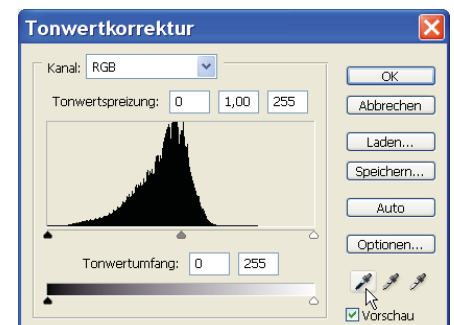
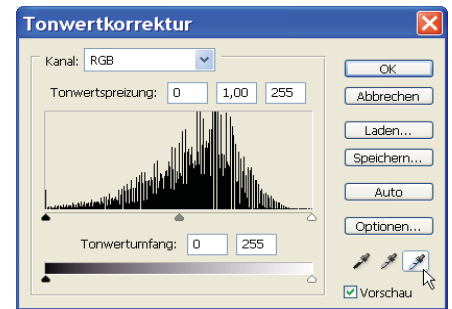

Abb. 11-68: Histogramm vor Weißabgleich
Abb. 11-69: Histogramm nach Weißabgleich
- Tonwertkorrektur: M BILD | KORREKTUREN | TONWERTKORREKTUR ► Das Histogramm bestätigt das Fehlen von Tiefen und Lichtern im Bild (Abb. 11-68) ► Nacheinander mit den Pipetten SCHWARZPUNKT SETZEN, WEIßPUNKT SETZEN, MITTELTÖNE SETZEN möglichst genau die vorher markierten Referenzpunkte anklicken ► Die Tonwertspreizung wird nach jedem Mausklick sofort ausgeführt (Abb. 11-69) ► Die Anpassung des Bildes an die Soll-Werte wird bei aktivierter VORSCHAU im Hintergrund angezeigt (Abb. 11-70), die neuen Farbwerte der Referenzpunkte sind in der P INFORMATIONEN ablesbar: